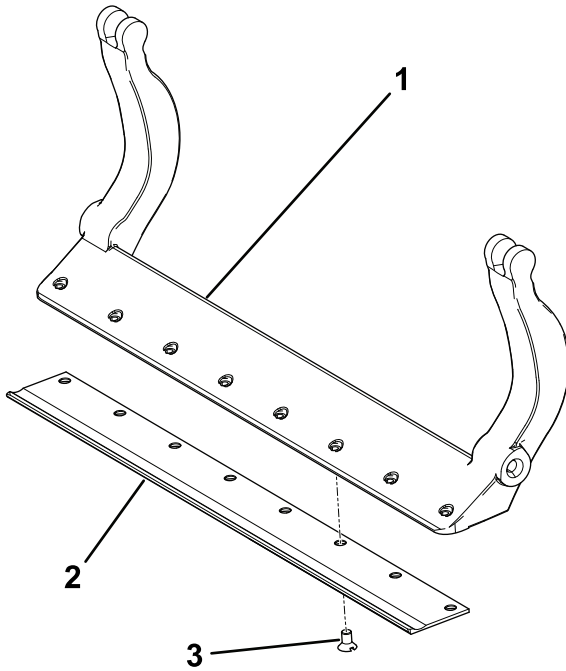

图34
3. 如图34所示在螺丝上涂抹防粘剂将底刀安装到底刀架上
- A. 将 2 个外部螺丝的扭矩上紧至 1N·m 请参阅图 34。
- B. 按照从底刀中间向两端的顺序上紧螺丝扭矩至 2328N·m 请参阅图 34。